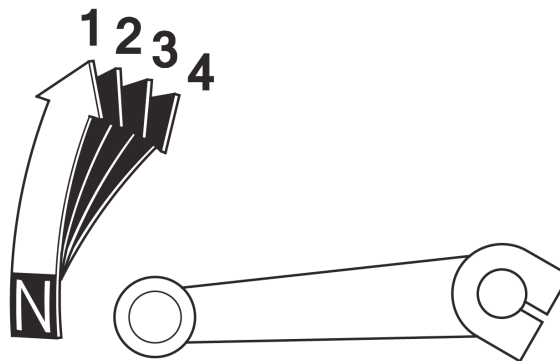

Рисунок 3.4. Положение рычага передачи.
3. Включите нейтральную передачу (рис. 3.4).
1. Включите нейтральную передачу (рис. 3.4).
Питбайк имеет четыре передачи (рис.3.4). Рычаг переключения передач 10 (фото 2.1) находится на левой стороне двигателя. Нейтральная передача включается вниз, остальные вверх. Пожалуйста, проверьте этикетку на двигателе для определения правильного порядка переключения передач.
3. Поднимите рычаг переключения передач вверх (рис. 3.4) в положение первой передачи.
5. Набрав скорость, ручкой акселератора 7 закройте дроссельную заслонку, выжмите рычаг сцепления 3 и переместите рычаг переключения передач вверх (рис. 3.4) в положение второй передачи. После включения передачи, постепенно отпускайте рычаг сцепления 3 и ручкой акселератора 7 открывайте дроссельную заслонку.
Для снижения скорости или остановки питбайка плавно нажимайте на рычаг 4 (фото 2.3) и педаль тормоза 13 (фото 2.2), одновременно снижая обороты двигателя ручкой акселератора 7 (фото 2.3) и последовательно переходя на пониженные передачи (рис. 3.4) для торможения двигателем.